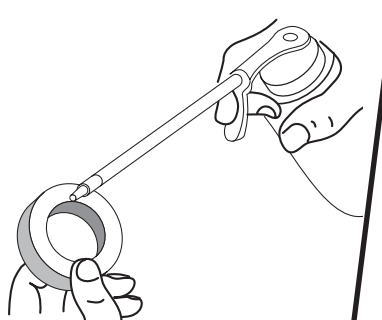

Fig. 50
4. Appliquez suffisamment d'huile propre SAE 30 pour enduire légèrement le filtre (Fig. 50).